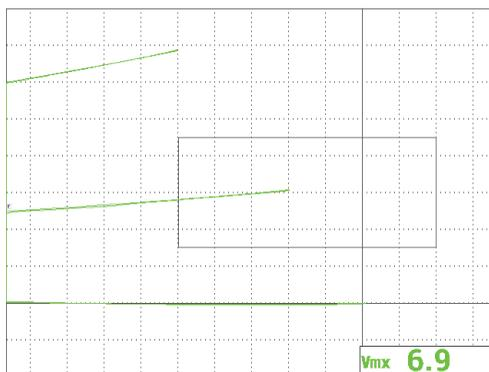

Рис. 5-83 Использование вертикального положения сигнала для принятия или отбраковки образца
14. Установите преобразователь на разные проводящие образцы, определите вертикальные положения сигналов (см. Рис. 5-83 на стр. 199). Вертикальное положение, или высота конечной точки сигнала, представляет значение проводимости, используемое для принятия или отбраковки; горизонтальное положение представляет отрыв.